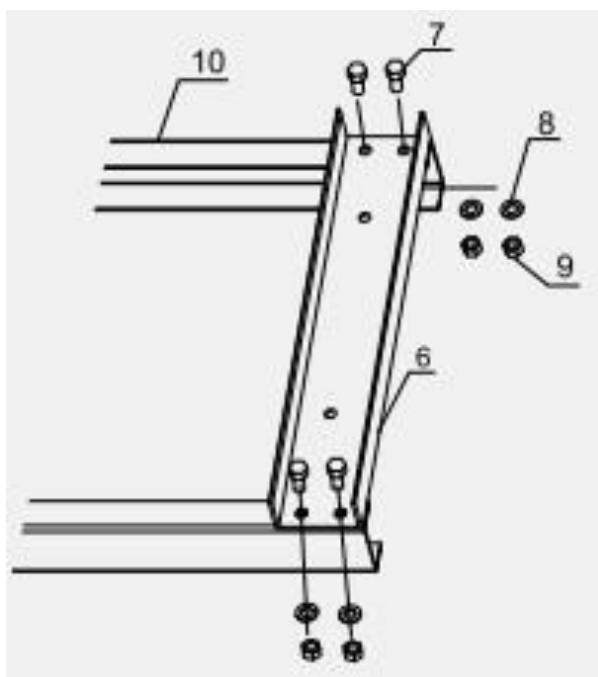

Рисунок 2,
2. Положите опорные стойки (10) на плоскую горизонтальную поверхность, совместите отверстия в верхней балке (6) с отверстиями в верхних частях опорных стоек (10), соедините их болтами (7) с шайбами (8) и гайками (9). См. Рисунок 2.